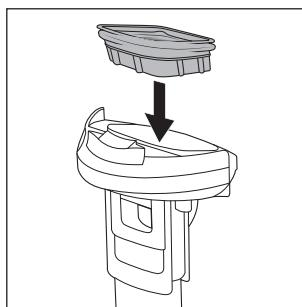

Fig. 28
- ♦ Une fois les pièces séchées, replacez le filtre à impuretés **10** dans le couvercle du réservoir d'eau sale **9** (voir fig. 28).